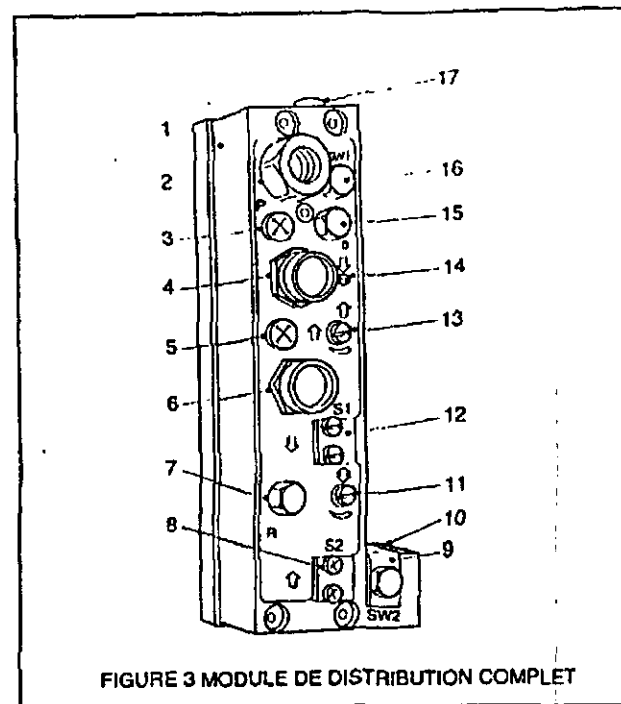

FIGURE 3 MODULE DE DISTRIBUTION COMPLET
DISTRIBUTEUR (FIGURE 3)
Ouvrir à fond (13) Figure 3.
Fermer (11) Figure 3.
Brancher l'alimentation d'air et appuyer sur (6) Figure 3.
Ajuster Figure 3 (11/13) pour obtenir les vitesses d'avance et de retrait de l'opération.
Réaliser quelques essais de perçage pour déterminer l'avance idéale et les réglages de l'HCU à l'aide de (11) Figure 3.